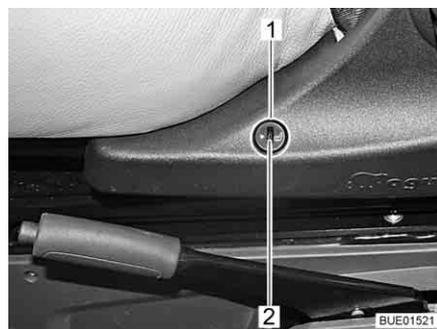

Fig. 30 Interruttore riscaldamento del sedile
- Metà inferiore dell'interruttore (Fig. 30,1) sul lato sinistro della console del sedile.
- Per regolare una potenza di riscaldamento minore, ruotare la rotella di regolazione (Fig. 30,2) in direzione "0".
- Per regolare una potenza di riscaldamento maggiore, ruotare la rotella di regolazione (Fig. 30,2) in direzione "5".
- Metà superiore dell'interruttore (Fig. 30,1) sul lato sinistro della console del sedile.